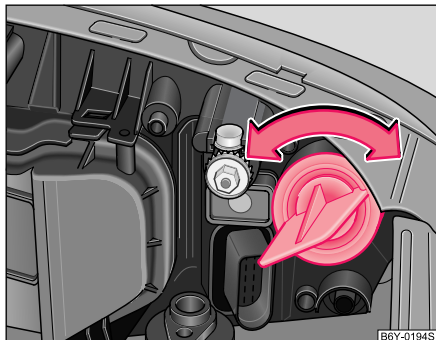

Fig. 158 Desmontaje de la bombilla para luz intermitente delantera
- Desenroscar el portalámparas con bombilla girándolo hacia la izquierda ⇒ fig. 158.